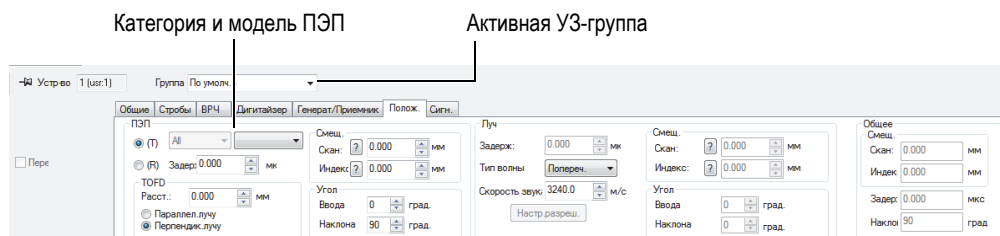

Рис. 4-25 Выбор ПЭП в диалоговом окне Настройки УЗ
3. В диалоговом окне **Настройки УЗ** выберите категорию и модель преобразователя (Рис. 4-25 на стр. 127).